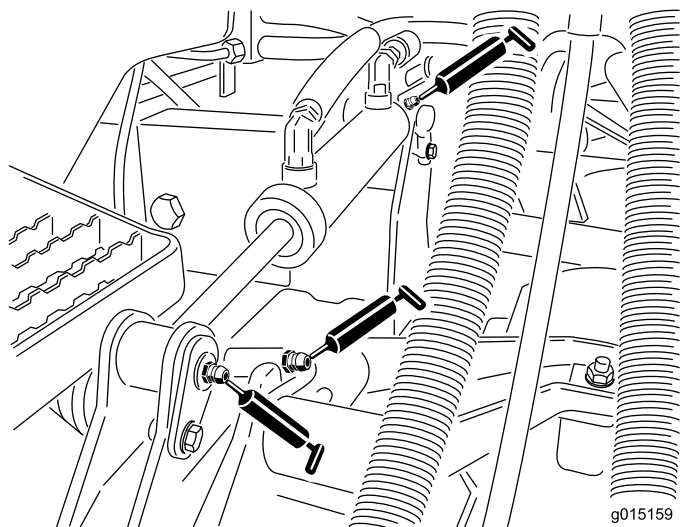

図 84
- 昇降アームのブッシュカuttingユニット 1台に1ヶ所 図 84
- 昇降シリンダのブッシュカuttingユニット 1台に2ヶ所 図 84